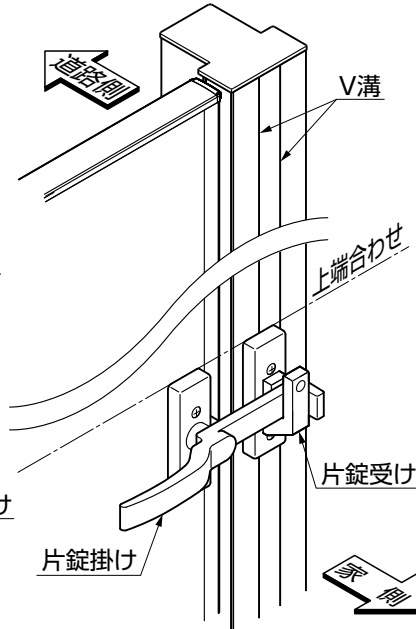

図6-2
- 片錠受けの取付け高さは、片錠掛けの上端合わせとなります。(図6-2参照)